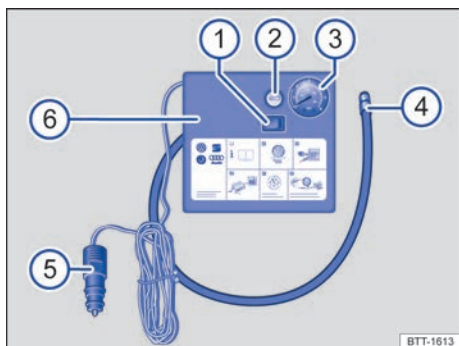

Fig. 278 Representación esquemática: compresor del kit reparapinchazos.
El compresor del kit reparapinchazos se compone de los siguientes elementos → fig. 278:
- Enrosque fijamente el tubo de inflado → fig. 278 ④ del compresor de aire en la válvula del neumático.
- Compruebe que el tornillo de descarga de aire → fig. 278 ② esté cerrado.
- Acople el conector de 12 voltios → fig. 278 ⑤ a una toma de corriente de 12 voltios del vehículo → pág. 240.
- Encienda el compresor de aire con el conmutador de encendido y apagado → fig. 278 ①.
- Deje el compresor en funcionamiento hasta alcanzar una presión de 2,0 a 2,5 bares (29-36 psi/200-250 kPa) →  **No lo deje funcionar más de 8 minutos** → ①.
Vuelva a enroscar el tubo de inflado → fig. 278 ④ y compruebe la presión del neumático en el indicador ③.